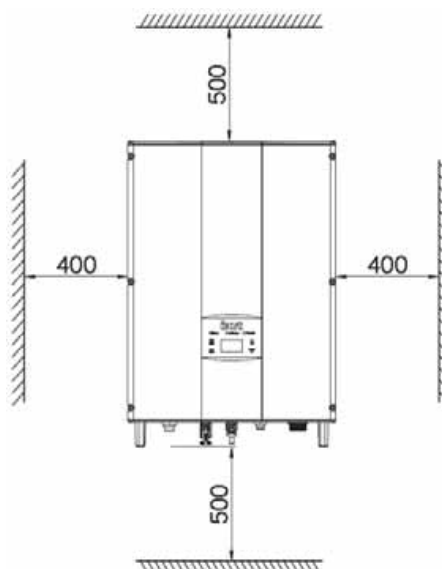

Рисунок 4.1 Требования к свободному месту вокруг инвертора
- (1) Высота монтажного положения должна гарантировать, что линия обзора находится на том же уровне, что и ЖК-дисплей для удобного просмотра параметров инвертора.
- (2) Место установки должно быть хорошо проветриваемо находится вдали от капель дождя или прямых солнечных лучей.
- (3) Вокруг места установки должно быть достаточно предвзительно зарезервированного пространства для удобного монтажа и демонтажа инвертора, и конвекции воздуха, как показано на рис. 4.1.
- (4) Температура окружающей среды при установке должна быть $-25^{\circ}\text{C} \sim 60^{\circ}\text{C}$
- (5) Место установки должно находиться вдали от электронных устройств, которые могут создавать сильные электромагнитные помехи.
- (6) Инвертор должен быть установлен на прочной и твердой поверхности, например, на поверхности стены и металлическом кронштейне.
- (7) Поверхность для установки должна быть вертикальной относительно горизонтальной линии, как показано на рисунке 4.6.
- (8) Установка должна гарантировать, что инвертор надежно заземлен, а материал заземленного металлического проводника должен соответствовать металлическому материалу, зарезервированному для заземления инвертора.